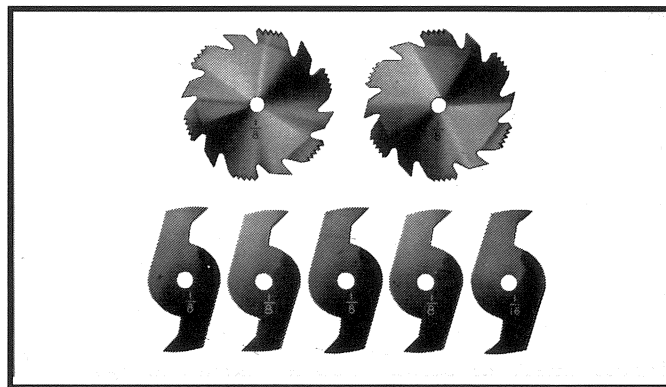
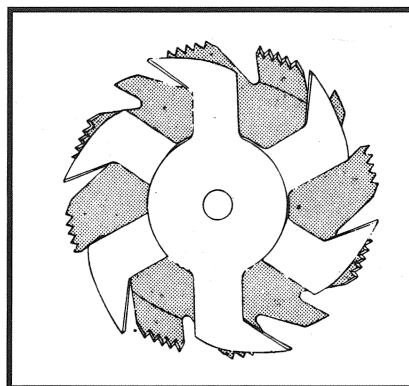
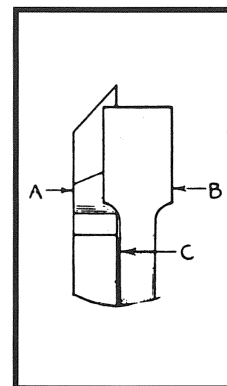

Fig. 96
Fig. 97
Fig. 98
El fresado rotativo es el corte de un alefroz o ranura ancha dentro del material. La mayoría de los juegos de fresas rotativas de ranurar están compuestos de dos sierras exteriores y cuatro o cinco cortadores interiores, como lo ilustra la Fig. 96. Varias combinaciones distintas de sierras y cortadores se utilizan para cortar ranuras de 1/8 a 13/16 pulg. de ancho para el uso en anaqueles, formando juntas, espigado, ranurado, etc. Los cortadores están pesadamente estampados y deben coordinarse de tal manera que esta porción pesada caiga en los buches de las sierras exteriores, como se ilustra en la Fig. 97. La sobreposición de las sierras y cortadores se muestra en la Fig. 98, con (A) siendo la sierra exterior, (B) un cortador interior y (C) una arandela o arandelas de papel que puede utilizarse según se necesite para controlar la anchura exacta de la ranura. Se corta una ranura de 1/4 de pulgada mediante el uso de las dos sierras exteriores. Los dientes de las sierras deben colocarse de tal manera que el puntal inclinado en una hoja esté al lado de los dientes cortantes en la otra hoja.